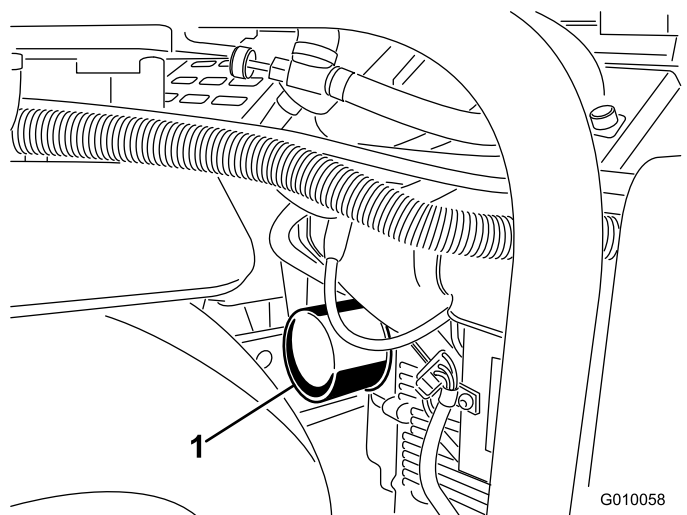
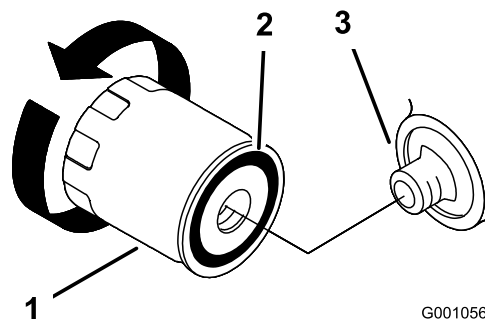

Figura 47
Figura 48
5. Coloque um recipiente pouco profundo ou um pano debaixo do filtro para apanhar o óleo (Figura 47).
6. Remova o filtro de óleo antigo (Figura 47 e Figura 48) e limpe a superfície da junta do adaptador do filtro.